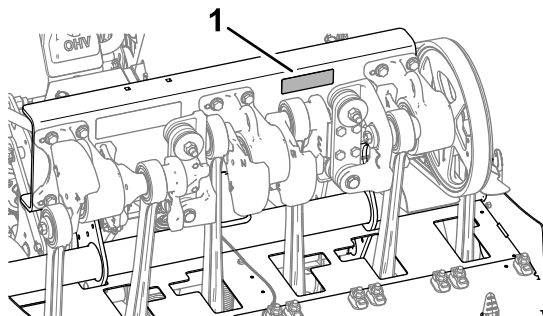

Figura 182
3. Verificați elementele de fixare a capului de carotaj, elementele de fixare a mânerului motocultivatorului și prezoanele pentru a vă asigura că este menținut cuplul adecvat. Cerințele de cuplu ale elementelor de fixare sunt enumerate pe autocolantul cuplului de strângere a urubului situat pe canalul de suport al capului de carotaj (Figura 182).